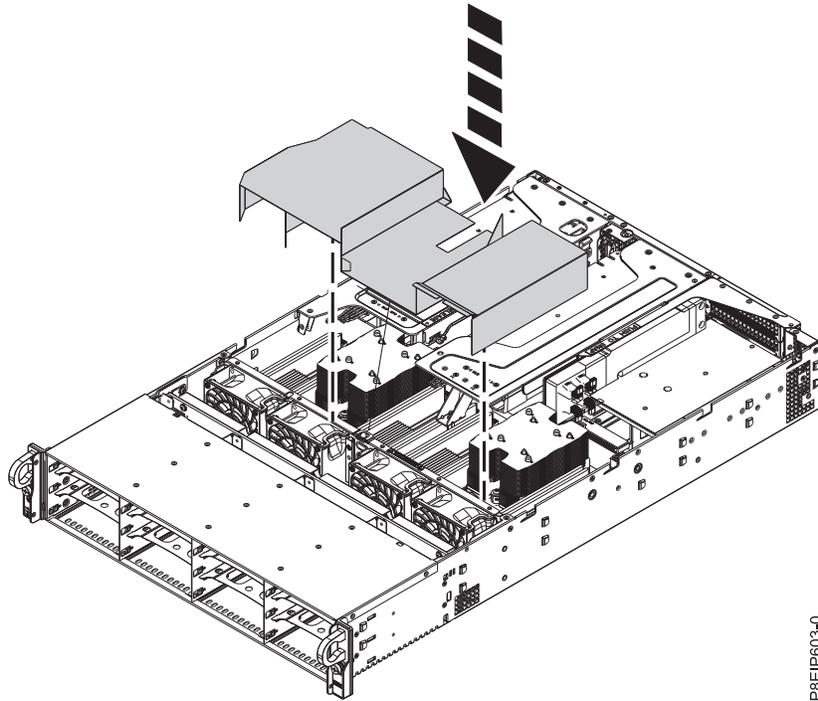

Figure 32. Installation du déflecteur d'air du processeur
6. Si vous avez retiré le déflecteur d'air du processeur système, remettez-le en place. Insérez le bord du déflecteur dans le support de ventilateur, comme indiqué dans la figure 32, à la page 35. Appuyez ensuite avec soin sur le déflecteur pour le mettre en place.